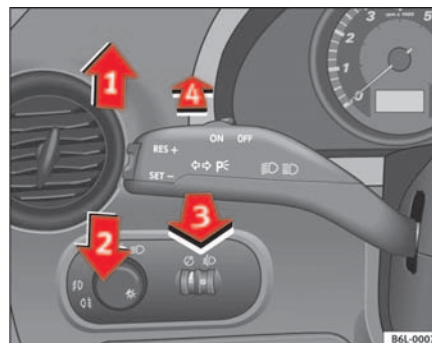

Abb. 60 Blinker und Fernlichthebel
- Drücken Sie den Hebel bis zum Anschlag nach oben ⇒ Seite 98, Abb. 60 ①, um **rechts** zu blinken, bzw. nach unten ②, um **links** zu blinken.
- Drücken Sie den Hebel nach vorne ⇒ Seite 98, Abb. 60 ④, um das Fernlicht einzuschalten.